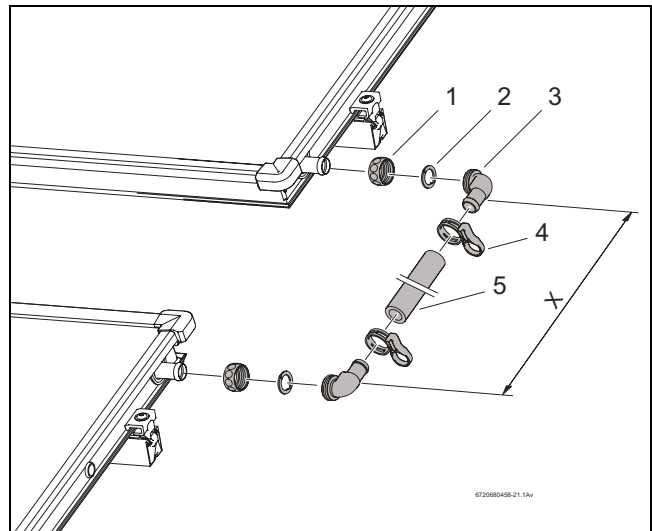

Рис. 54 Комплект соединения двух рядов коллекторов
- ▶ Наденьте накладные гайки (рис. 54, [1]) на штуцеры коллектора.
- ▶ Наденьте зажимную шайбу (рис. 54, [2]) за выступ штуцера коллектора и нажмите на неё.
- ▶ Наденьте на штуцер угловой наконечник с кольцом (рис. 54, [3]) надавив на него, выровняйте и затяните накладной гайкой.
- ▶ Измерьте расстояние между угловыми наконечниками при смонтированных коллекторах (размер X) и соответственно обрежьте шланг (рис. 54, [5]).
- ▶ Наденьте шланг на угловые наконечники и зажмите их пружинными хомутами (рис. 54, [4]).